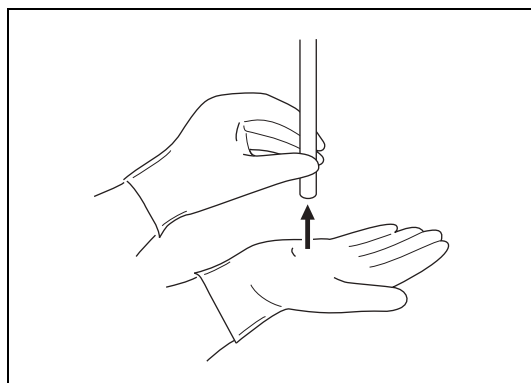

Figura 4.1
- 1 Manevrați irisul automat al endoscopului. Aduceți vârful endoscopului la o distanță de 1 cm de palma mâinii dvs. apoi deplasați-l la aproximativ 5 cm de palmă. Observați imaginea de pe monitor pentru a vă asigura că strălucirea este similară la ambele distanțe. Ridicați vârful distal al endoscopului, îndreptându-l către sursa de iluminat din cameră și verificați dacă lumina emisă de vârful distal al endoscopului trebuie scade semnificativ (în funcție de nivelul de lumină ambientală din cameră). Întoarceți din nou capătul distal al endoscopului în direcția palmei și asigurați-vă că este emisă lumină din capătul distal al endoscopului. (Consultați Figura 4.1.)**